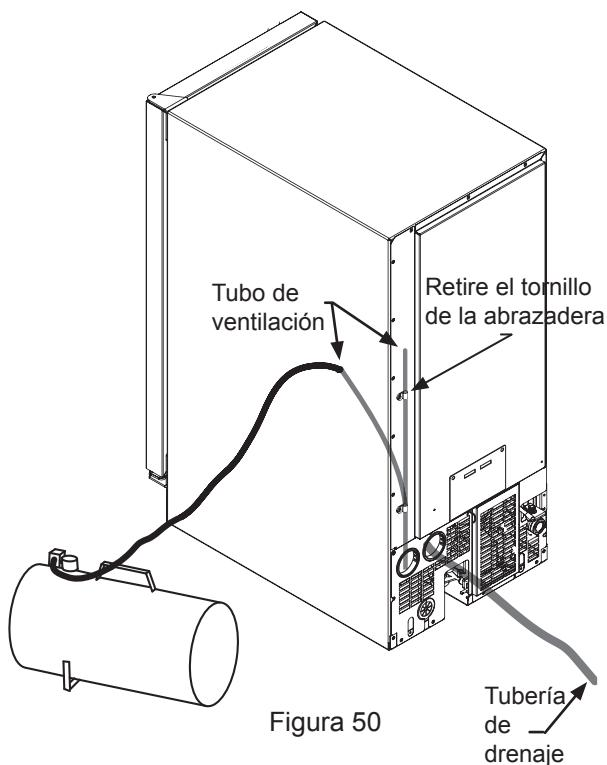

Figura 50
15. Aplique aire comprimido (aproximadamente 10 psi) en el extremo del tubo de ventilación. Esto eliminará el agua restante de la bomba y la tubería de drenaje (vea la Figura 50).